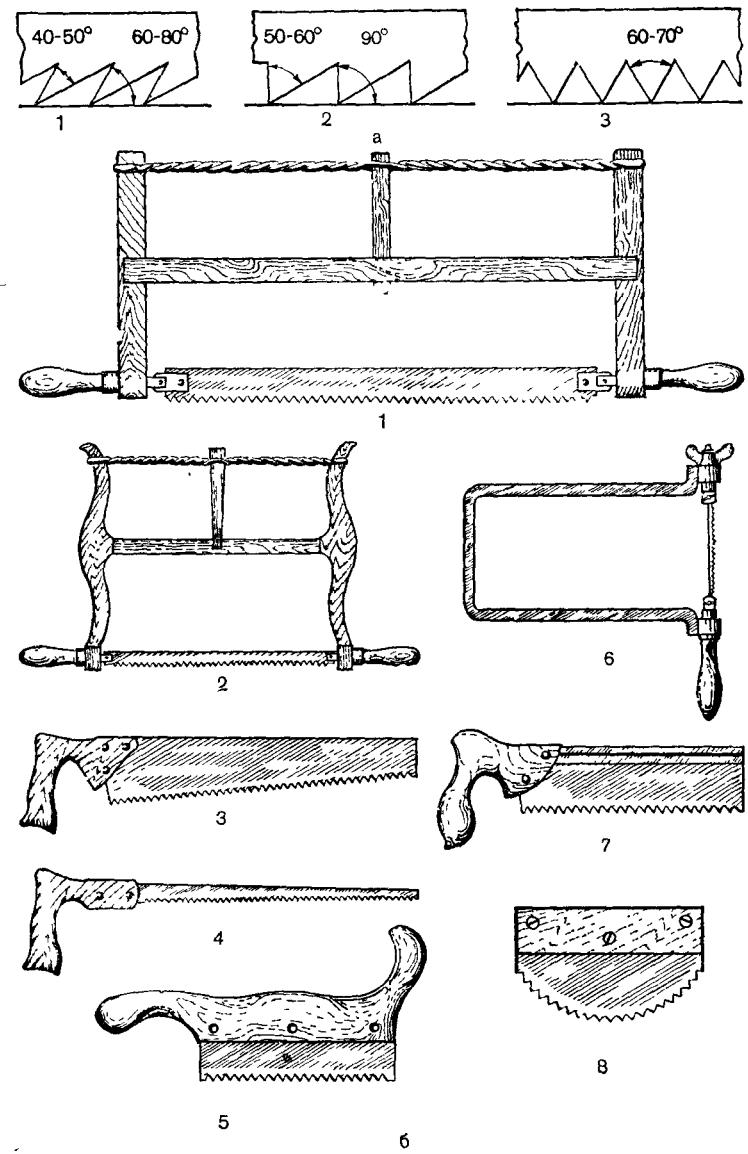

Рис. 16. Пилы:
**Пилы** (рис. 16) по конфигурации зубьев подразделяются на поперечные, распашные или распускные, смешанные и лобзики.